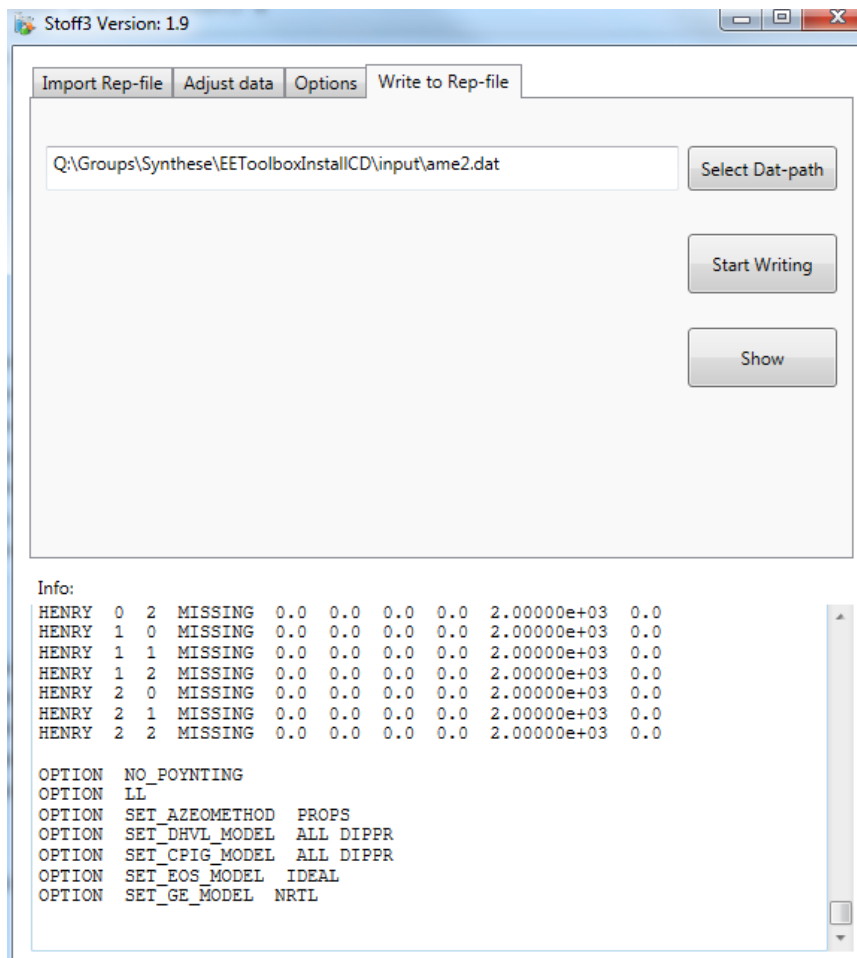

Abb. 6: Reiter zu Stoff3 Write to Rep-File
- Pfad auswählen mit **SELECT DAT-PATH** (siehe Abb. 6)